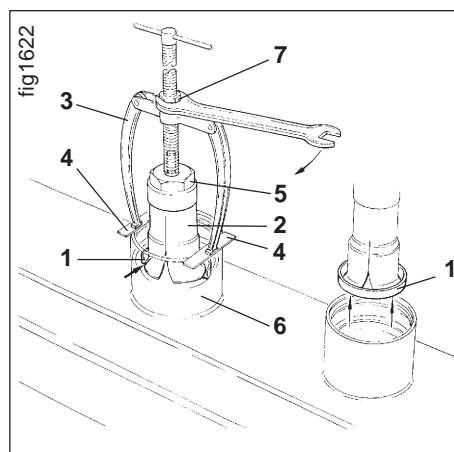

Fig. 19.17
1. Ein Innenauszieher (Fig. 19.17/2) mit Gegenstütze (Fig. 19.17/3).
2. zwei Flacheisen (Fig. 19.17/4).
Lageraußenring (Fig. 19.17/1) demontieren:
- Innenauszieher (Fig. 19.17/2) in die Bohrung einführen
- durch Anziehen der Spannmutter (Fig. 19.17/5) werden die Ausziehbacken auseinander gespreizt und die scharfen Ansätze (Fig. 19.17/Pfeil) pressen sich hinter die abgerundete Kante des Lageraußenringes
- zwei Flacheisen (Fig. 19.17/4) auf das Lagerrohr (Fig. 19.17/6) auflegen
- Gegenstütze (Fig. 19.17/3) auf den Flacheisen (Fig. 19.17/4) abstützen
- Griff festhalten und Skt.-Mutter (Fig. 19.17/7) anziehen. Dadurch wird der Lageraußenring (Fig. 19.17/1) herausgezogen. Sobald sich der Lageraußenring etwas gelöst hat, Spannmutter (Fig. 19.17/5) nachziehen.